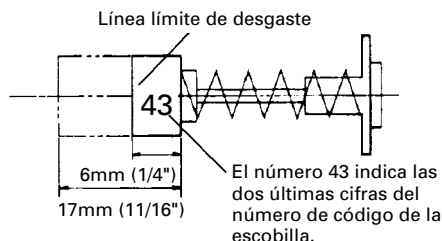

Fig. 39
- (1) Afloje la tuerca de 8 mm y apriete los tornillos de fijación hexagonales de 8 mm hasta que la herramienta funcione suavemente sin flojedaz.
- (2) Apriete adecuadamente la tuerca de 8 mm después de haber finalizado este ajuste.
3. Inspección de las escobillas (Figs. 39 y 40)
Por lo tanto, inspeccione periódicamente las escobillas y reemplácelas cuando se hayan desgastado hasta la línea límite mostrada en la Fig. 39.